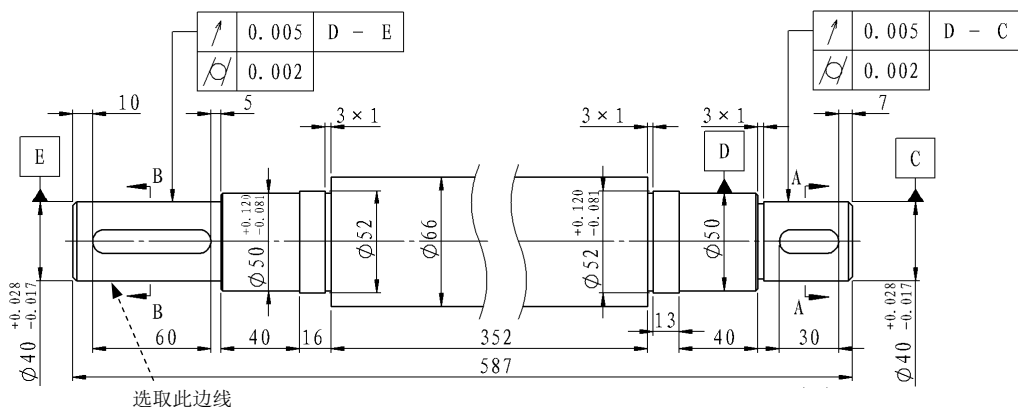

图 6.15.24 定义表面粗糙度符号
(1) 选择命令。选择下拉菜单 **插入(I)** **→** **注解(A)** **→** **√ 表面粗糙度符号(S)** 命令，系统弹出“表面粗糙度”对话框。
(2) 定义表面粗糙度符号。在 **符号(S)** 区域单击 **√** 按钮。
(3) 定义表面粗糙度参数。在 **符号布局(M)** 文本框中输入粗糙度值为 1.8。
(4) 选取粗糙度的放置位置。选取图 6.15.24 所示的边线为粗糙度放置位置。